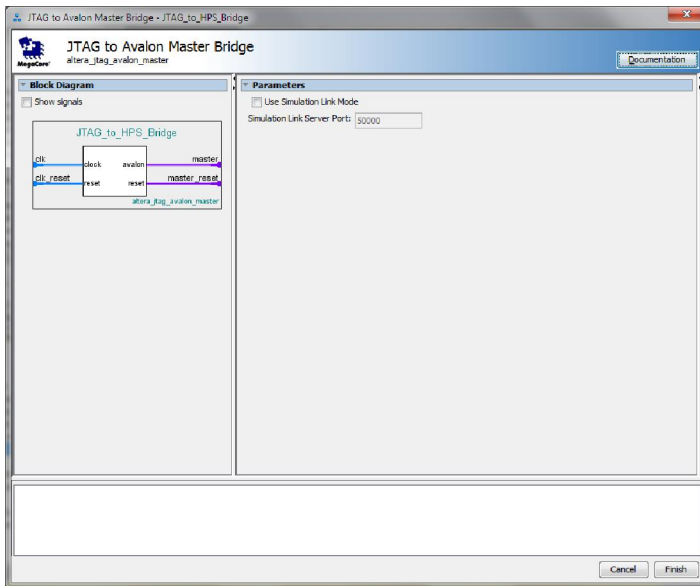

Рисунок 16. Налаштування **JTAG to Avalon Master Bridge**.
13. Додайте до системи модуль **JTAG to Avalon Master Bridge**. Він знаходиться у папці **Basic Functions -> Bridges and Adaptors -> Memory Mapped**. Залиште його налаштування за замовченням (рисунок 16).